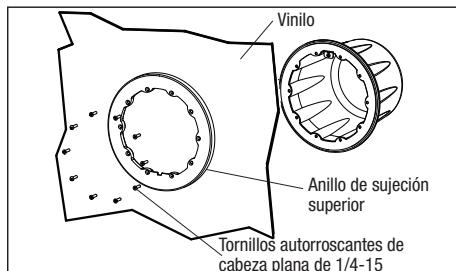

Figure 5. Instalación en piscina de vinilo
- El nicho incluye un tapón NPT de una (1) in (2,5 cm) para la prueba de presión de la línea del conducto previa a la instalación de la luminaria.
- Alinee el anillo exterior con el nicho. Asegúrese de orientar el nicho de modo que la marca "TOP" (Arriba) esté en la posición de las doce en punto y sujetelo el anillo exterior al nicho con diez (10) tornillos autorroscantes de cabeza plana de 1/4-15. Apriete los tornillos en un patrón cruzado a aproximadamente 25 in-lb (2,8 Nm). Consulte la *Figure 5*.